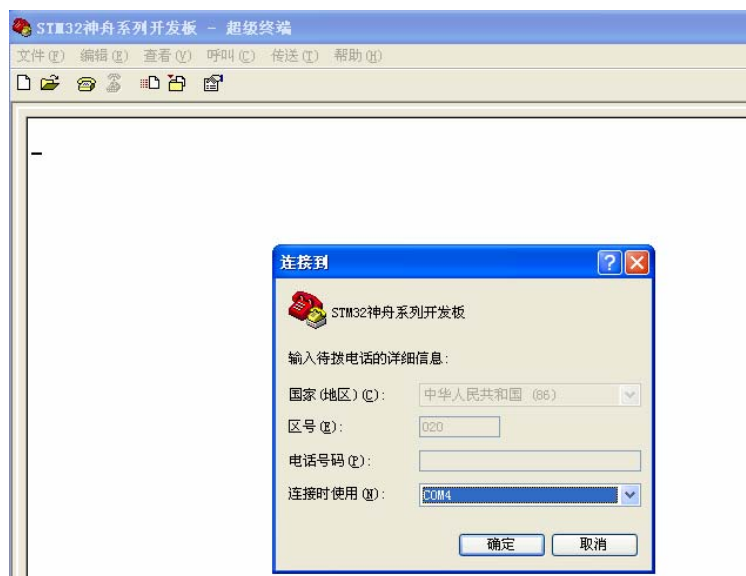

图 5-64 选择连接的端口
- 4) 紧接着，输入 COM4 接口，此处选择选择图 6-63 显示的端口，如图 5-64 所示